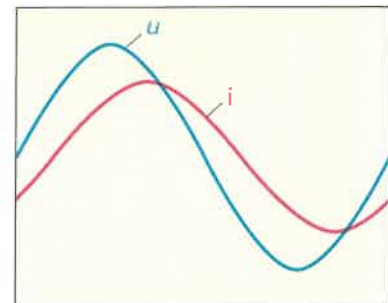

Bild 2: Phasenverschiebung von Spannung und Strom
11. Was meint der Elektronik-Fachmann, wenn er sagt, dass Spannung und Strom phasenverschoben (Bild 2) sind?